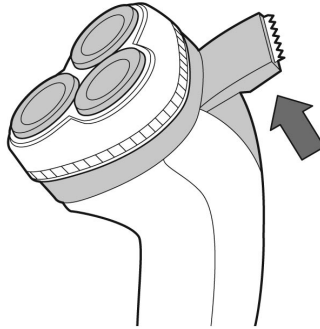

Рис. 3
Зруште перемикач тримера по напрямку нагору (Рис.3). Ввімкніть бритву вимикачем (7). Розташуйте тример під правильним кутом до шкіри й пересувайте його поступово вниз, підрівнюючи вуса або скроні. Вимкніть бритву й зруште перемикач тримера по напрямку вниз.